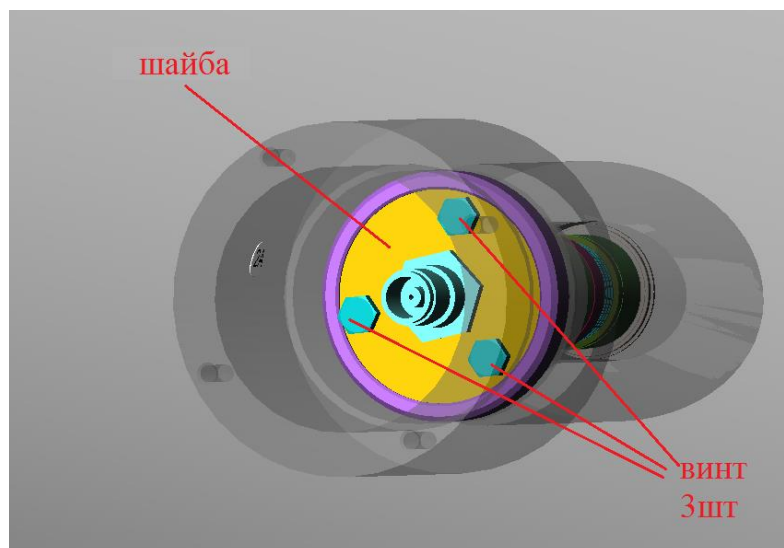

Рисунок 63 – монтаж шайбы с разъемом
4.2.2.24 Подключить пин провода к разъёму и закрепить шайбу на 3 винта (рисунок 63).